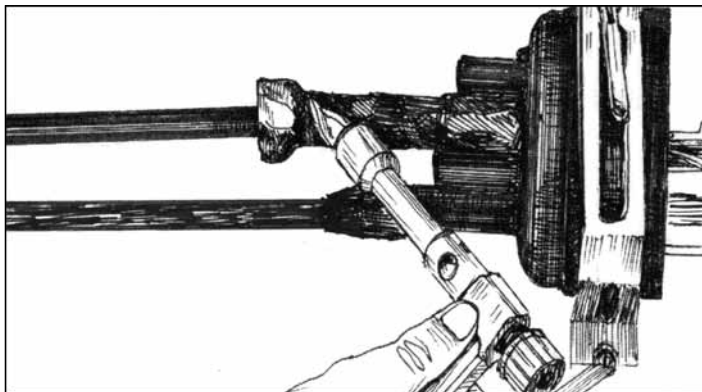

Рисунок 4.51 - Усадка ТУТ на цилиндрическом патрубке
4.8.3 Размеры ТУТ и последовательность усадки определить в зависимости от монтируемого номера комплекта ввода ОК в соответствии с таблицей 4.2 (рисунок 4.51).